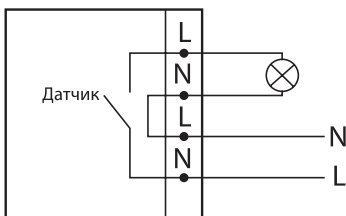

Рисунок 2. Схема подключения датчиков
- произведите подключение проводов питания и нагрузки к проводам датчика согласно схеме подключения (рисунок 2)